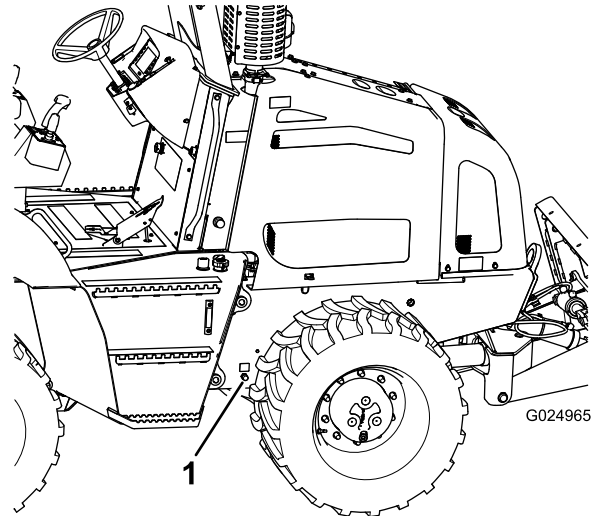

Figura 69
4. Coloque un recipiente de vaciado con capacidad mínima de 20 l (21 cuartos de galón US) debajo del orificio de vaciado de aceite del motor (Figura 69).
5. Retire el tapón del orificio de vaciado y deje que el aceite del motor drene por completo (Figura 69).
7. Coloque el tapón en el orificio de vaciado (Figura 69).
1. Retire el tapón de llenado de aceite de la tapa de la válvula, girando la tapa y tirando de ella hacia arriba (Figura 69).